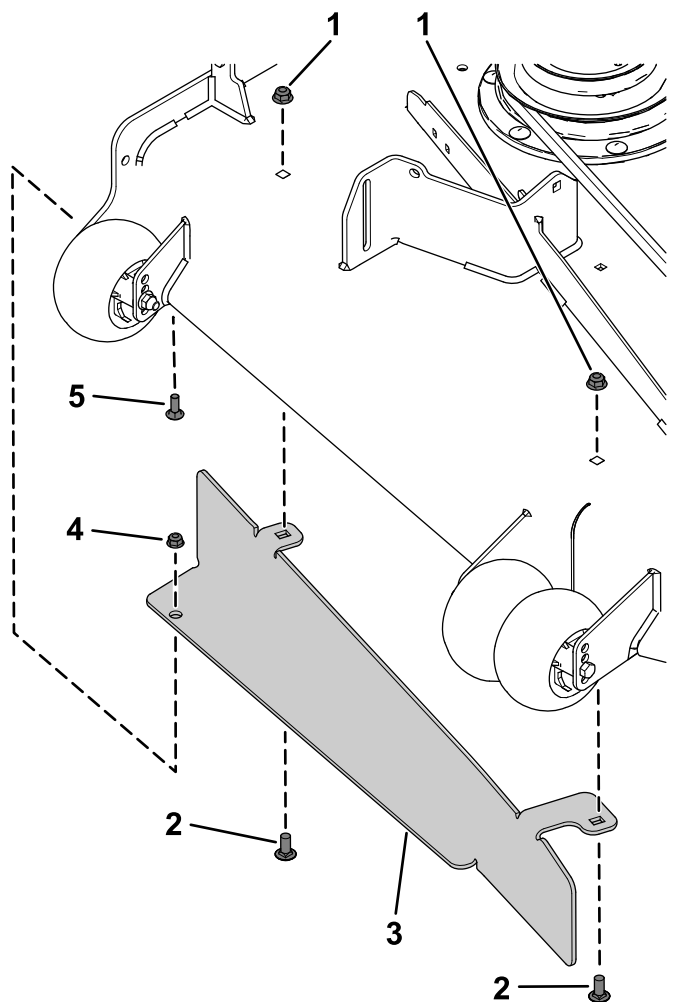

Figura 24
2. Instale el deflector usando el perno de cuello cuadrado (5/16" x 7/8"), la tuerca con arandela prensada (5/16"), 2 pernos de cuello cuadrado (3/8" x 7/8") y 2 tuercas con arandela prensada (3/8"), según se muestra en Figura 24.